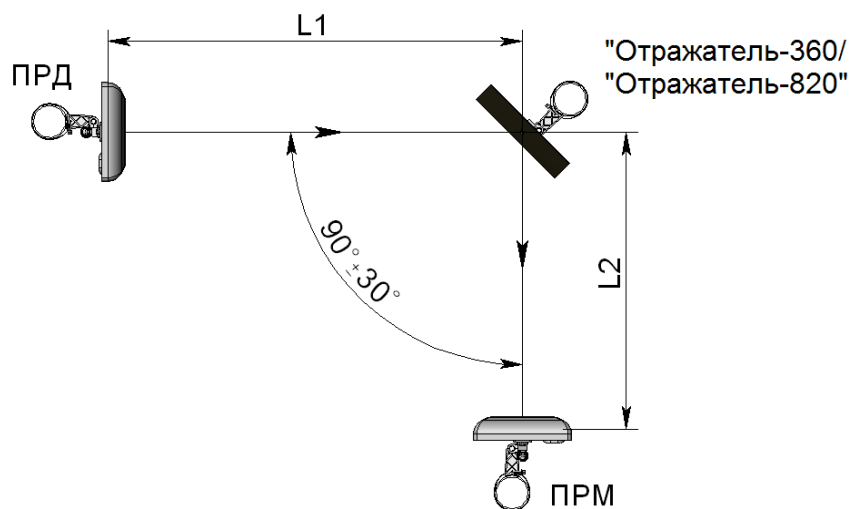

Рисунок 2.12 – Установка извещателей с применением отражателя «Отражатель-360» («Отражатель-820»)
2.3.9.2 При работе извещателей «ФОРТЕЗА-50 bluetooth», «ФОРТЕЗА-100 bluetooth», «ФОРТЕЗА-200 bluetooth» с «Отражателем-360» (см. рисунок 2.12) суммарная длина зоны обнаружения $L_1 + L_2$ (где L_1 – расстояние между блоком ПРД и отражателем, L_2 – расстояние между отражателем и блоком ПРМ) не должна превышать: